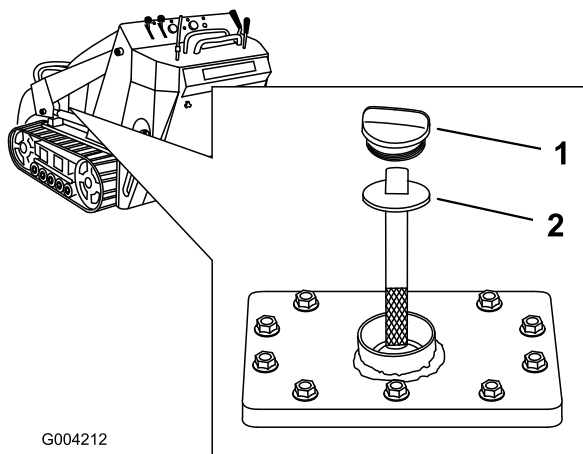

Figure 56
5. Enlevez le bouchon et la jauge du réservoir hydraulique (Figure 56).